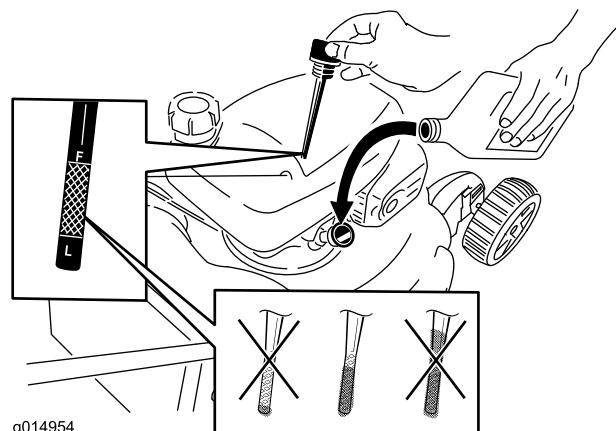

Figure 37
- Retirez la jauge de niveau du tube de remplissage (Figure 37).
12. Sortez de nouveau la jauge et contrôlez le niveau d'huile ; voir Figure 37.
- Si le niveau d'huile est trop bas, ajoutez lentement une petite quantité d'huile dans le tube de remplissage, puis répétez les opérations 10 à 12 jusqu'à ce que le niveau d'huile soit correct, comme montré à la Figure 37.